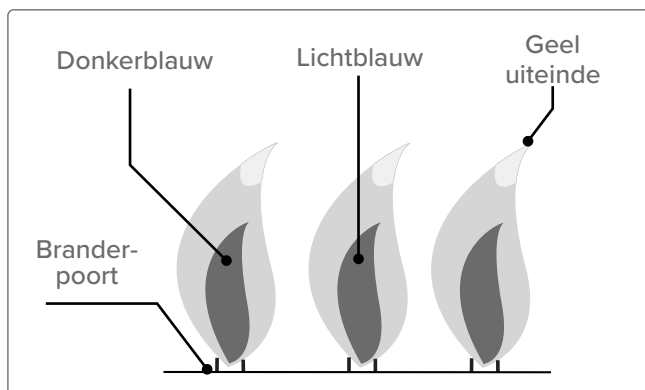

Fig. 26
- Te weinig lucht veroorzaakt gele, roetige, trage vlammen (zie Fig. 26).